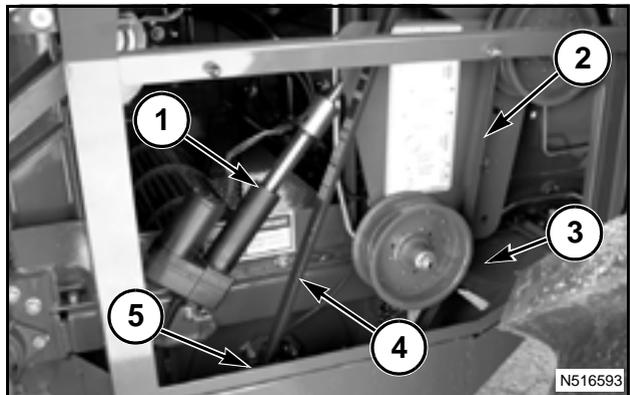

FIG. 206
FIG. 206: el movimiento del actuador (1) cambia la posición del brazo (2) de la polea y de la polea intermedia (3). El movimiento del brazo reubica la correa de mando intermedia (4) sobre la polea de tensión variable (5) del eje de ventilador de limpieza.